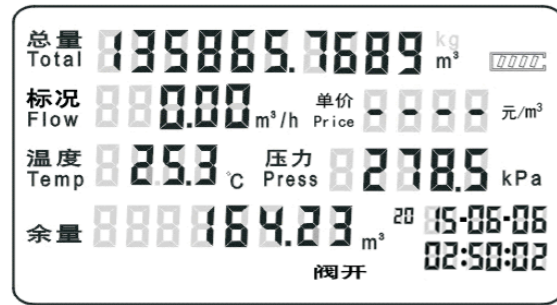

图5 工作状态显示图
6.1.9.1 未开户时正常显示的第一屏界面如图5，显示的总量为标况总量，单位为 $m^3$ ；，最后一行为余量，单位为 $m^3$ ，瞬时流量显示标况流量，单价显示为---，表示未开户。当有气量时，总量累加，余量扣减，当开户后，根据气价把余量换算成金额扣除。